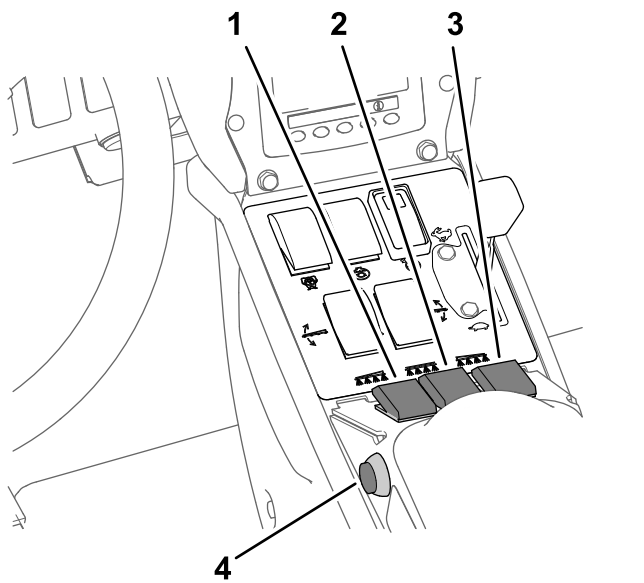

Рисунок 36
- Установите переключатель (переключатели) секций опрыскивания в положение Вкл. (Рисунок 36).
- Начните движение на машине с требуемой скоростью, а затем установите главный переключатель секций в положение Вкл., чтобы начать опрыскивание (Рисунок 36).
3. Установите главный переключатель секций в положение Выкл.; см. Рисунок 36 в разделе Опрыскивание в режиме заданной нормы внесения (страница 40).
7. Устанавливайте переключатели секций по мере необходимости в положения Вкл.; см. Рисунок 36 в разделе Опрыскивание в режиме заданной нормы внесения (страница 40).
9. Начните движение на машине с требуемой скоростью, а затем установите главный переключатель секций в положение Вкл., чтобы начать опрыскивание. Рисунок 36 Опрыскивание в режиме заданной нормы внесения (страница 40)